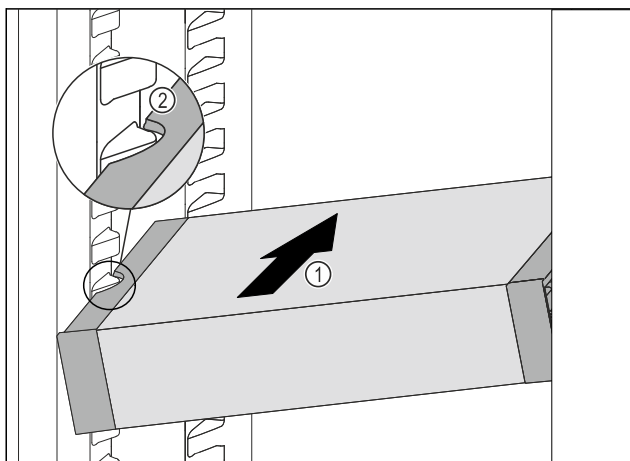

Fig. 109
- Вкарайте VarioSafe под ъгъл в хладилната част Fig. 109 (1), докато страничните прорези Fig. 109 (2) на VarioSafe се намират на височината на реброто на съда в хладилната част.